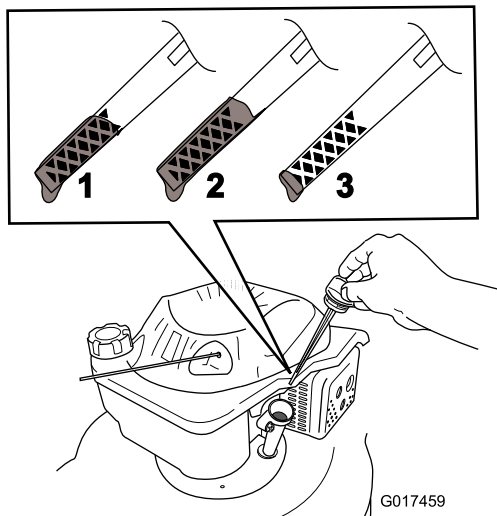

Figura 10
5. Para determinar el nivel de aceite correcto, consulte Figura 10.
Nota: Llene el cárter con aceite hasta que la varilla indique que el nivel del aceite del motor es correcto, según se muestra en Figura 10. Si usted llena demasiado el motor, vacíe el exceso de aceite siguiendo las instrucciones de la sección Cómo cambiar el aceite del motor.